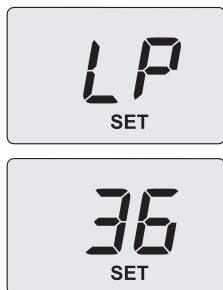

Figura 9.12
- Selezionare il parametro 1, premere il tasto 13 (Figura 9.9) per confermare. Sul display appare **LP** alternato alla temperatura minima sanitaria (Figura 9.12).